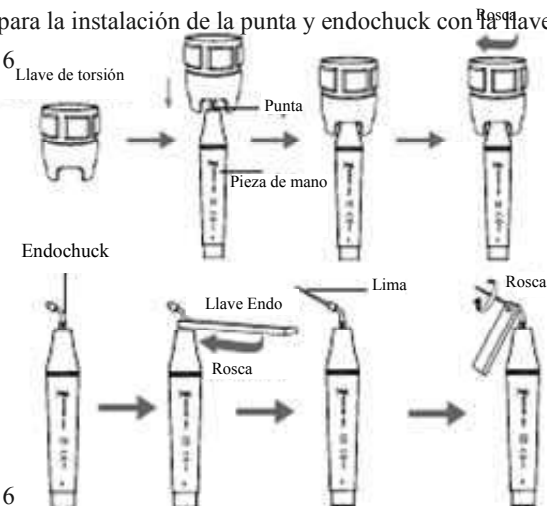

Ilustración 6
f) Croquis para la instalación de la punta y endochuck con la llave mostrado en la Ilustración 6
- Elija una punta adecuada de detartraje según sea necesario, atornillela firmemente a la pieza de mano con la llave de torsión (Ilustración 6).
2.1.3 Instrucciones de la llave de torsión (mostradas en la Ilustración 6)
① Coloque la punta de detartraje en la llave de torsión, opere como se muestra en la Ilustración 6.
② Instalación de la punta: sujete la pieza manual, gire la punta hacia la dirección mostrada en la Ilustración 6 con la llave de torsión. Dé una o más vueltas cuando pare la punta, entonces la punta estará instalada.
③ Desinstalación de la punta: sujete la pieza manual, gire la llave en el sentido opuesto a las agujas del reloj.
④ Esterilizar después de cada tratamiento.
⑤ La llave de torsión debe enfriarse de forma natural después de la esterilización para evitar escaldaduras la próxima vez.
⑥ Mantener la llave de torsión en un lugar fresco, seco y ventilado y mantenerla limpia.
① Tras añadir la suficiente cantidad de agua en el depósito, coloque correctamente la tapa en el depósito y apriétela.
② El tubo doble está compuesto de dos tuberías. La grande es una tubería de aire, y la pequeña es una tubería de agua. Conecte la tubería de aire al conector de AIRE del depósito, conecte la tubería de agua al conector H O.
③ Encienda el interruptor del suministro automático de agua de la unidad principal.
a) Fije el endochuck a la pieza de mano con una llave endo (Vea la Ilustración 6).